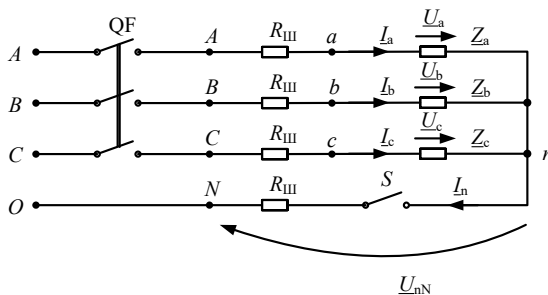

Рис. 7.1. Электрическая схема исследуемой цепи
Исследуемая трёхфазная цепь (рис. 7.1) подключается к выходным зажимам автоматического выключателя QF . В каждый линейный и нулевой проводники включены шунтовые резисторы с сопротивлением 1 Ом, которые служат для косвенного измерения тока. Напряжение на $R_{ш}$ численно равно току в данной ветви. В работе исследуется соединение приёмников звездой с нулевым проводом и без нулевого провода. Нулевой провод подключается с помощью ключа S . В качестве приёмников используются активные сопротивления и ёмкость, которые выполнены в виде наборов резисторов и конденсаторов.
2. Собрать электрическую цепь, соответствующую схеме замещения (рис. 7.1), используя в качестве приёмников z_ϕ набор сопротивлений R_ϕ . Установить симметричную нагрузку ($R_a = R_b = R_c$) и показать схему преподавателю или лаборанту.